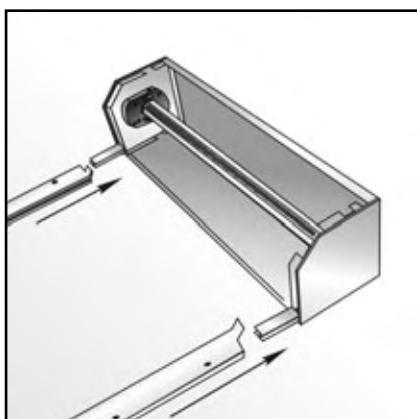
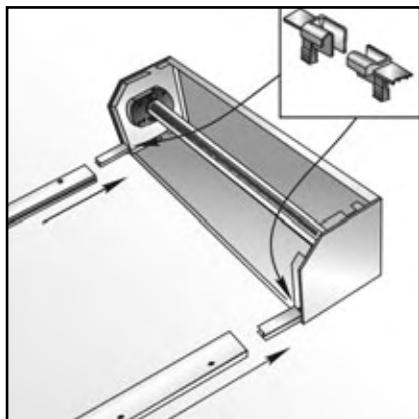

рис. 12
рис. 13
- 4.2.9.** Собрать каркас роллеты (короб в сборе с боковыми крышками и направляющими шинами) (рис.12). При отсутствии на направляющих шинах отогнутой отбортовки в крышке установить два направляющих устройства (рис.13).